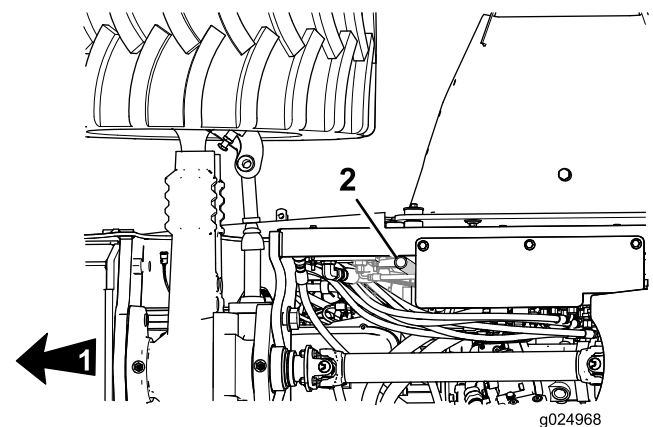

Figura 72
1. Inspeccione el tubo de ventilación del cárter (Figura 72) en busca de sedimentos, residuos o hielo dentro del tubo.